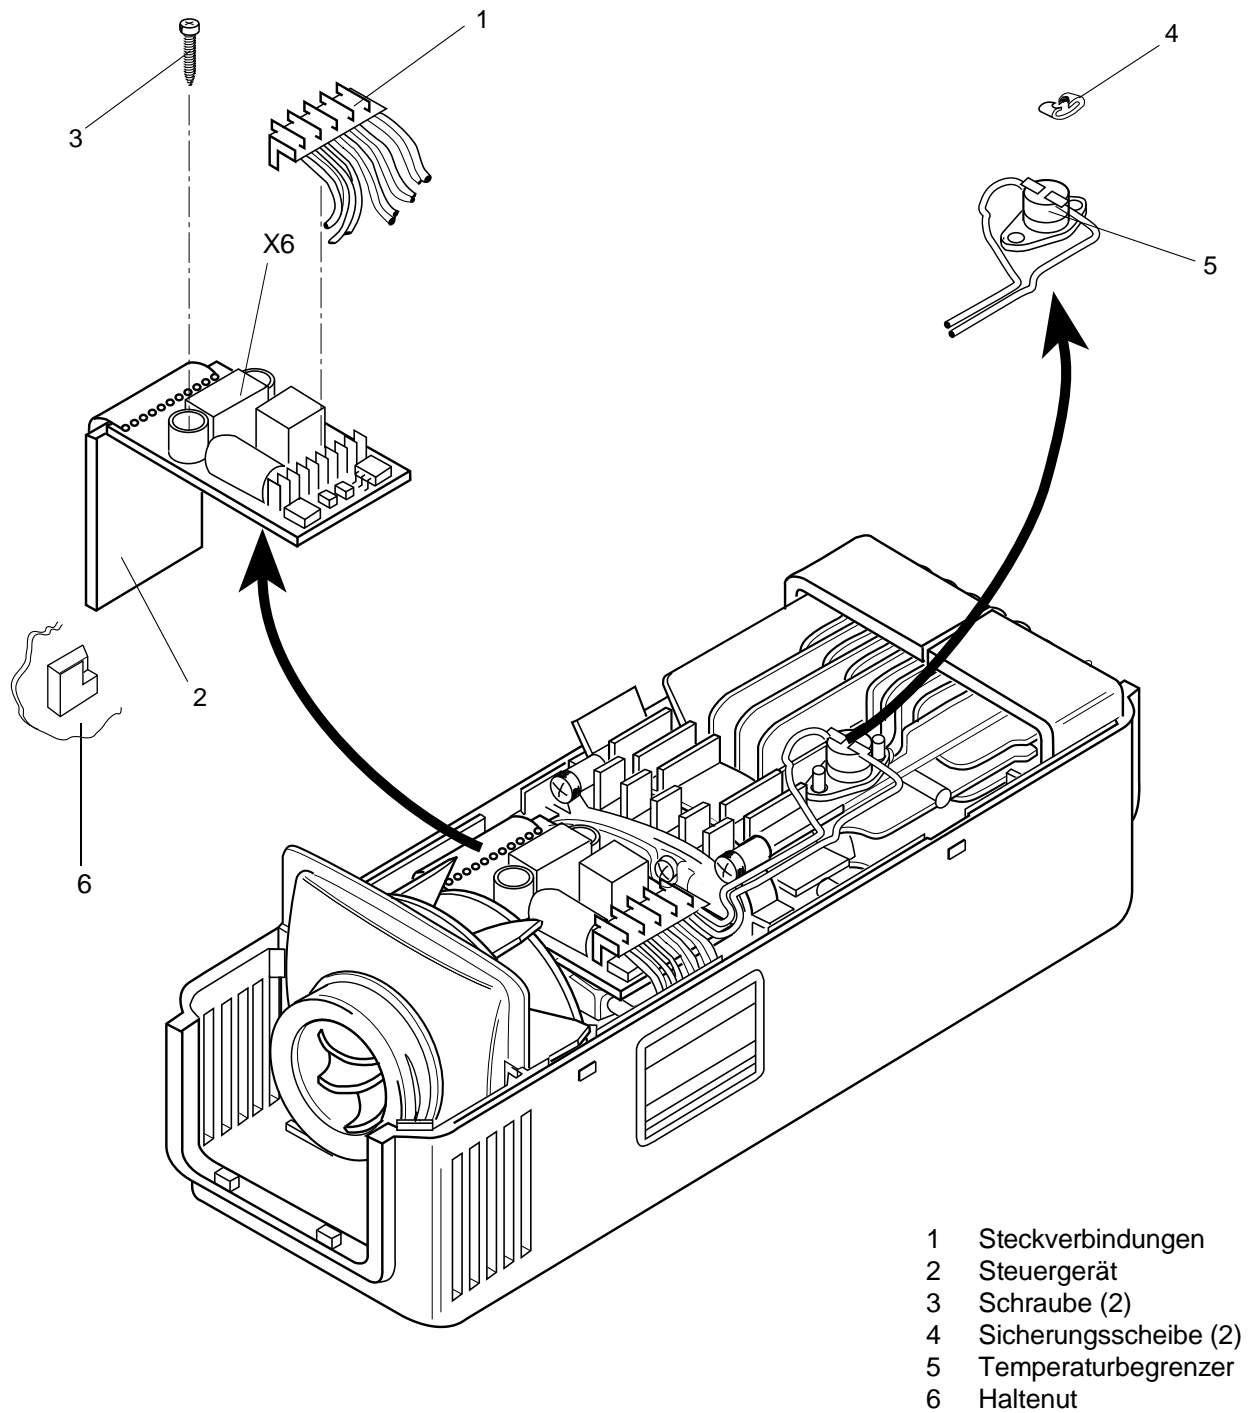

Abb. 815 Wechsel des Steuergeräts und des Temperaturbegrenzers (Air Top 2000 ohne Diagnose)
5. Steckverbindungen (1, Abb. 815 oder Abb. 816) an der Steckerleiste trennen.
6. Schrauben (3) entfernen und Steuerplatine (2) herausnehmen.
1. Steuergerät (2, Abb. 815 oder Abb. 816) in Einbaulage bringen und mit Schrauben (3) befestigen. Sicherstellen, daß das Steuergerät in der Haltenut (6) eingreift. Schrauben mit 0,5 Nm anziehen.
6. Sicherungsscheiben (4, Abb. 815 oder Abb. 816) entfernen.
7. Temperaturbegrenzer (5) entfernen.
1. Temperaturbegrenzer (5, Abb. 815 oder Abb. 816) in Einbaulage bringen und mit Sicherungsscheiben (4) befestigen. Sicherstellen, daß der Temperaturbegrenzer ordnungsgemäß auf dem Wärmeübertrager aufliegt.